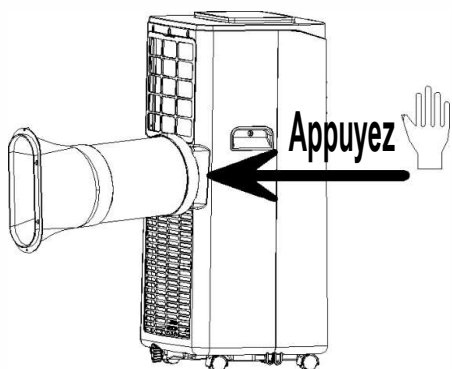

Fig. 1
1.1 Installez l'ensemble de tuyau de refoulement (comme illustré à la fig. 1) : vissez l'ensemble de tuyau de refoulement (extrémité du raccord d'évacuation) dans l'orifice d'évacuation situé sur le panneau arrière.